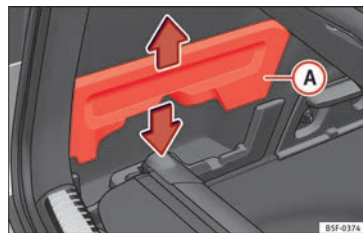

Fig. 165 En el maletero: alojamiento para guardar la bandeja portaobjetos.
- Extraiga las tapas » **fig. 165 A** izquierda y derecha.